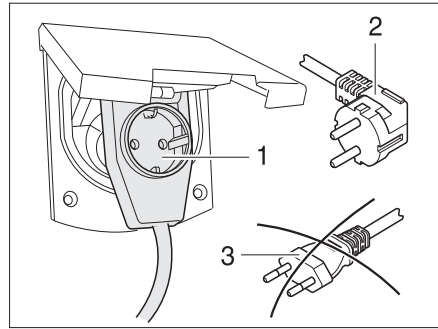

Fig. 179 Conexión a un conector con salida lateral del cable con caja de enchufe
- ▶ Al utilizar un acoplamiento acodado CEE 17, con caja de enchufe incorporada en el lado trasero (Fig. 179,1), emplear únicamente un conector IP 44 de goma impermeable, con contacto protector (Fig. 179,2). No utilizar conector sin contacto protector (Fig. 179,3). ¡Peligro de electrocución!